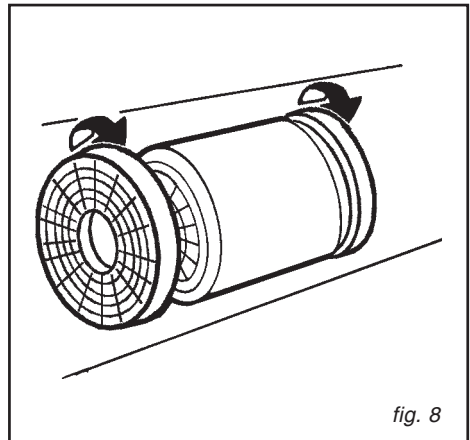

fig. 8
• **Wechsel des Kohlefilters (Abb. 8)**
herausgenommen werden; zum Einsetzen sind sie in die Gegenrichtung zu drehen (Abb. 8).